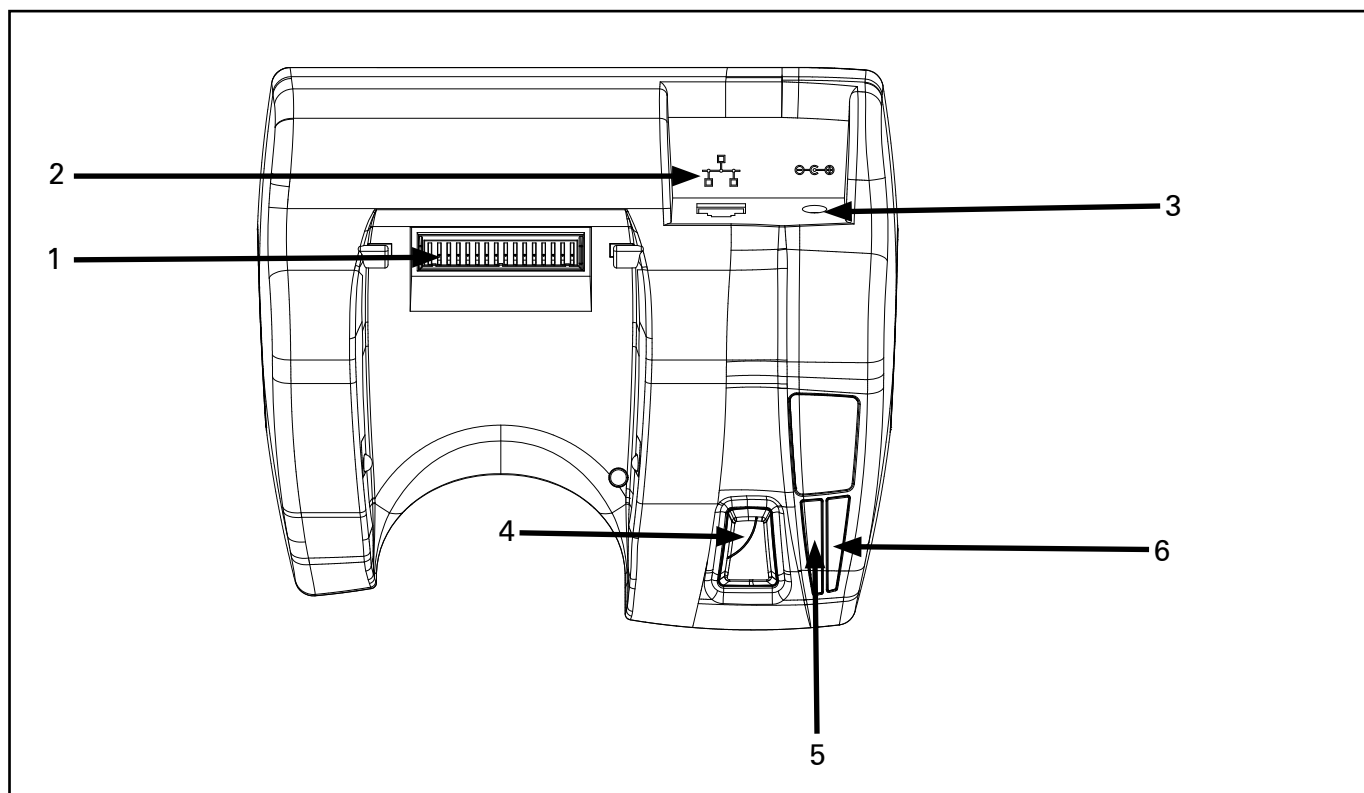

图 1：以太网充电通讯座
2. 将电源适配器插入通讯座后部（图 1 中的 #3）。
3. 将电源适配器插入通讯座后部（图 1 中的 #2）。
- 确保打印机前面的 LED 充电指示灯和充电座面板上的 LED 电源指示灯（图 1 中的 #6）已经亮起。
- 按通讯座上的“弹出”按钮（图 1 中的 #4），将打印机从通讯座中取出。
通讯座前面板上有两 (2) 个 LED 指示灯。通讯座通电时电源 LED（图 1 中的 #6）为绿色。
第二个绿色 LED 表示以太网连接状态指示灯（图 1 中的 #5）。如果打印机和以太网正在进行数据通信，该指示灯将闪烁表示。